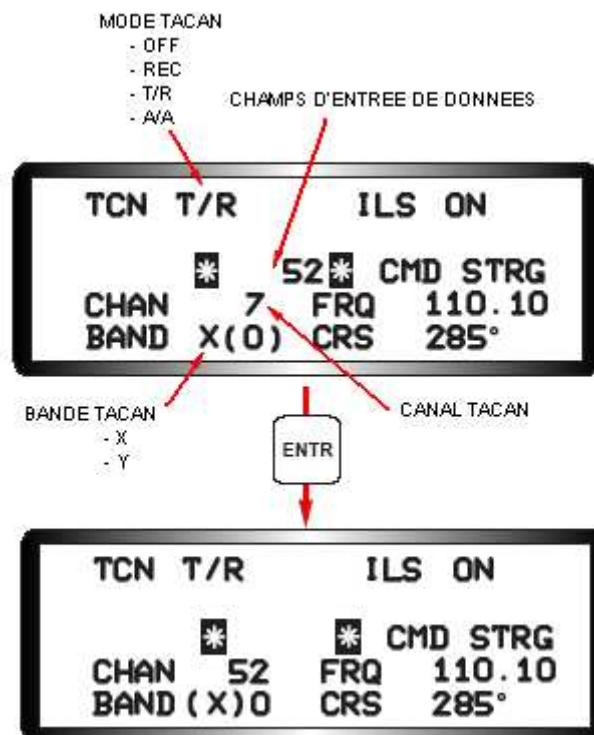

Figure 2-19 Changer le canal TACAN
Le système de Navigation Aérienne Tactique (TACAN) est mis en marche et coupé à partir du bouton de contrôle du volume TACAN sur le panneau Audio 2 sur la console de gauche. Les entrées pour contrôler les systèmes TACAN et ILS sont faites au moyen de l'UFC. Le pilote sélectionne la page TACAN/ILS en appuyant sur le bouton T-ILS (1) de l'ICP. Les astérisques seront initialisés sur la zone d'entrée de données. Les modes TACAN sont sélectionnés avec DCS droit. Pour changer un canal TACAN, le pilote entre le canal désiré (1 à 3 chiffres) puis appuie sur ENTR. Après avoir entré le canal, les astérisques restent sur cette zone (Figure 2-19).